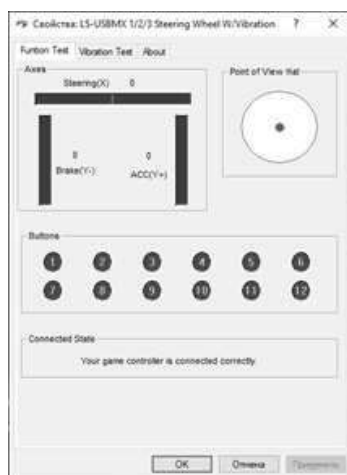
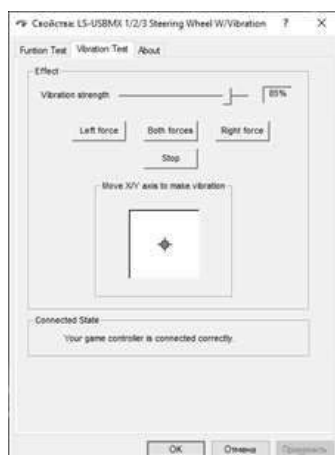

Рис. 6
Рис. 7
- Нажмите на кнопку «Свойства» на дисплее ПК появится окно «Свойства: LS-USBMX 1/2/3 Steering Wheel W/Vibration» (см. Рис. 6). Здесь можно проверить работу осей и клавиш, проверить и настроить виброотдачу «Vibration Test» (см. Рис. 7).